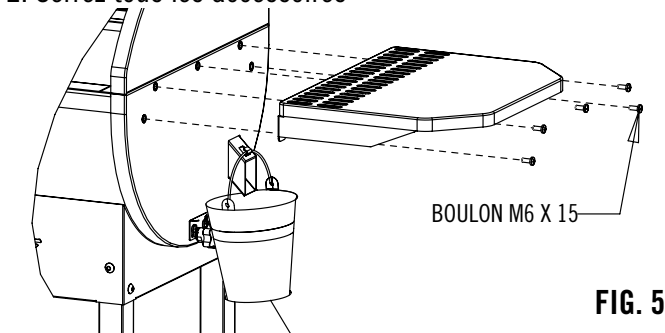

FIG. 5
1. Installez la poignée de la rémie comme indiqué sur la Fig. 5.
1. Installer l'étagère comme illustré à la Fig 5.